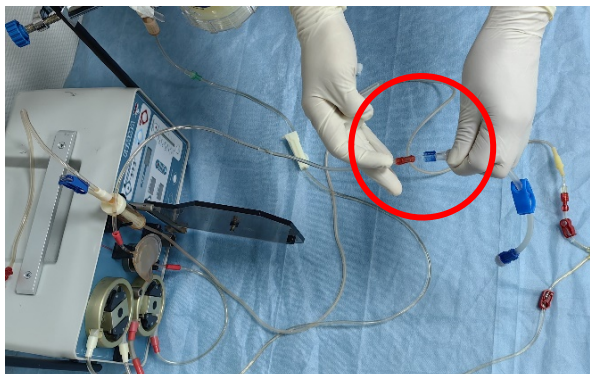

Рисунок 3.11
- 3.5. Подсоедините адаптер-переходник (входит в комплект с колонкой) к линии крови, идущей от дозирующего контейнера (рис. 3.11 и 3.12)